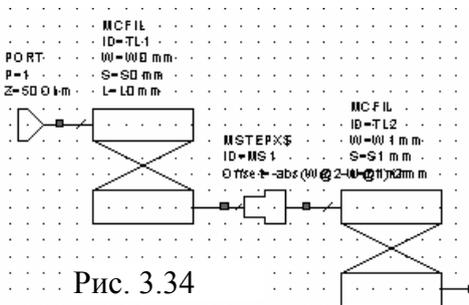

Рис. 3.34
1. Сделайте активным окно схемы, дважды щёлкнув по имени схемы в левом окне проекта. Фрагмент схемы показан на рис. 3.34. Из схемы и сообщения об ошибке